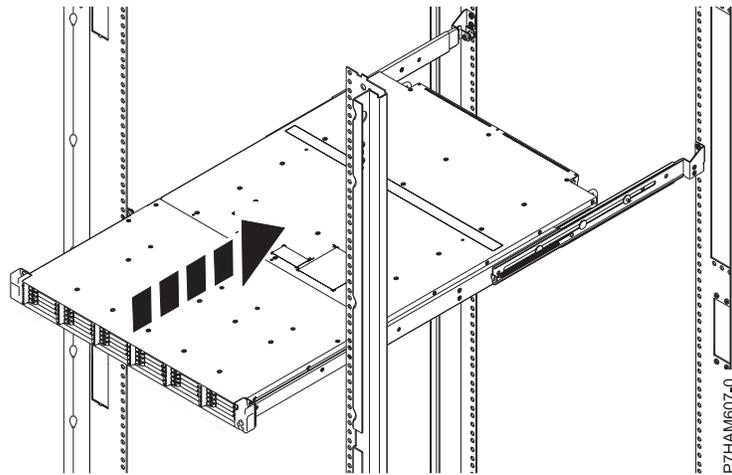

Figura 14. Deslizar el alojamiento de la unidad de disco en el bastidor
- d. Cuando las guías de piezas de sujeción del chasis estén firmemente asentadas en ambos lados del alojamiento, deslice suavemente el alojamiento hacia el interior del armario de bastidor, tal como se muestra en la Figura 14.